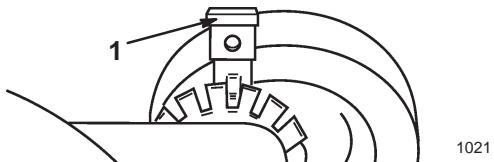

Figure 11
- Tirer le levier de réglage de hauteur de coupe vers la roue et le placer dans la position souhaitée (Fig. 11).